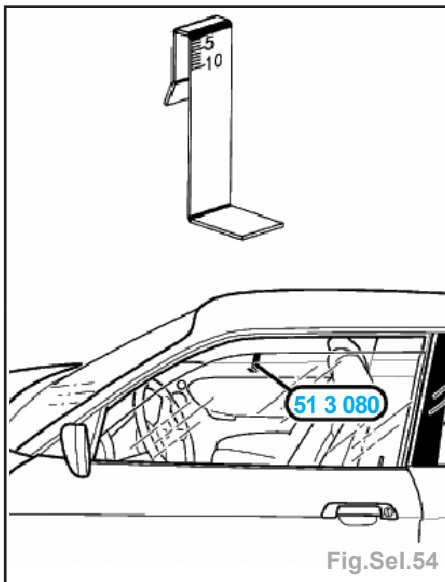

Fig.Sel.54
- monter l'outil spécial 51 3 080 sur la vitre de porte (fig.Sel.54).